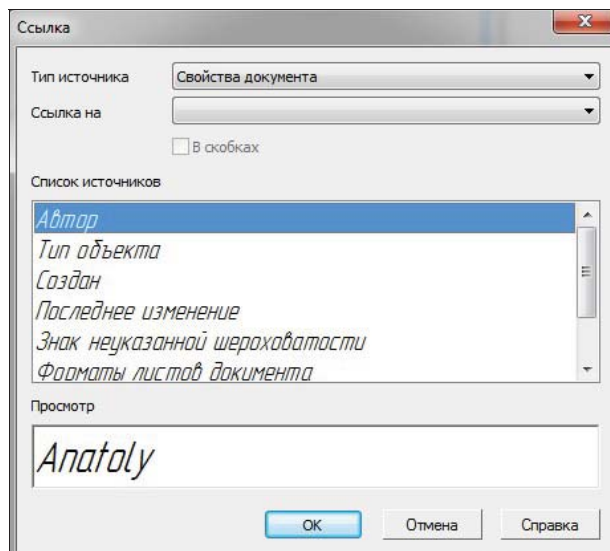

Рис. 12.18. Диалог Ссылка
- ◆ при нажатии ЛК мыши на кнопку **Ссылка** появляется одноименное диалоговое окно (рис. 12.18) с элементами для вставки;